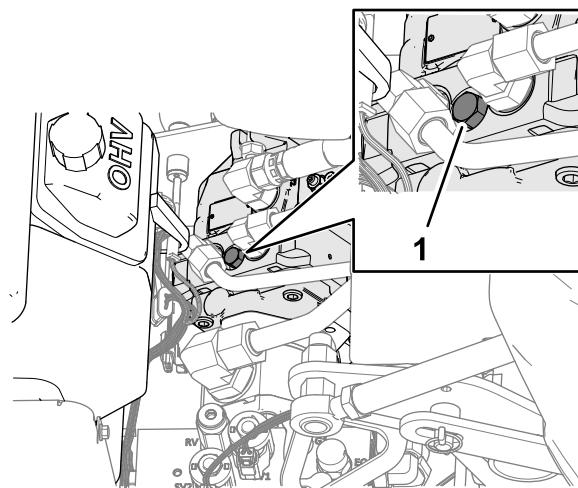

Рисунок 127
- Найдите крышку винта перепускного клапана между двигателем и гидравлическим насосом, как показано на Рисунок 127.